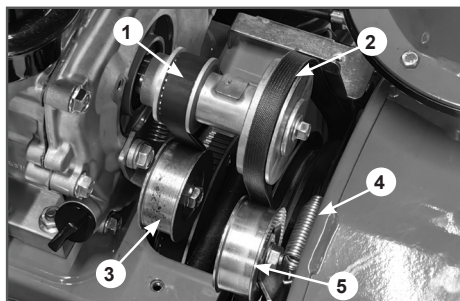
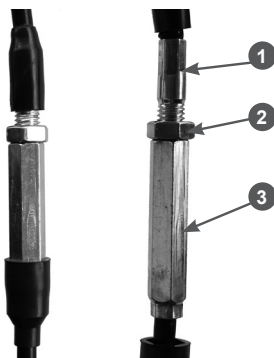

Рис. 29. Обслуживание ремней привода
Рис. 30. Механизм регулировки длины троса
2. Проверьте состояние ремней (Рис. 29). Если ремень протерт, надорван или заметны иные повреждения, он должен быть незамедлительно заменен.
4. Проверьте регулировку троса включения привода шнеков. Нажмите рычаг включения привода шнеков. При полностью нажатом рычаге пружина 4 должна быть растянута на 0,5 - 1 см (Рис. 29). При необходимости, отрегулируйте длину троса с помощью регулировочного механизма на тросе. Для этого ослабьте затяжку контргайки 2 и, выкручивая/закручивая регулировочный винт 1 в гайку 3, установите требуемую длину троса (Рис. 30). После регулировки закрутите контргайку 2 (Рис. 30).